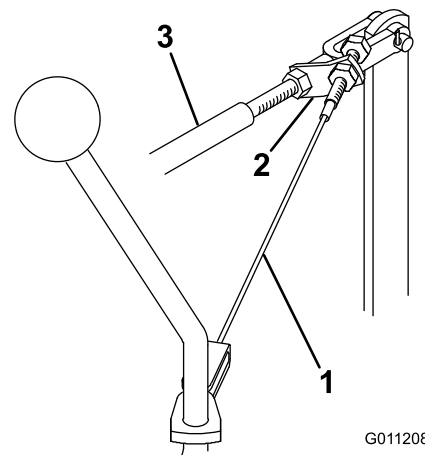

Figura 47
1. Afloje la contratuerca delantera que fija el conjunto del cable al soporte de la varilla de control de siega/elevación (Figura 47).
3. Mientras sujeta la varilla de control de siega/elevación en la posición trasera, apriete la contratuerca trasera para eliminar casi toda la holgura del conjunto del cable (Figura 47). No tense demasiado el cable.